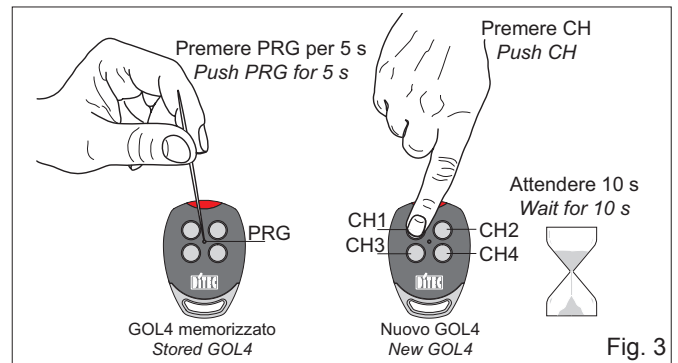

Fig. 3
5. MEMORISATION A DISTANCE GOL4 (fig. 3)
5. SPEICHERUNG GOL4 (Abb. 3)